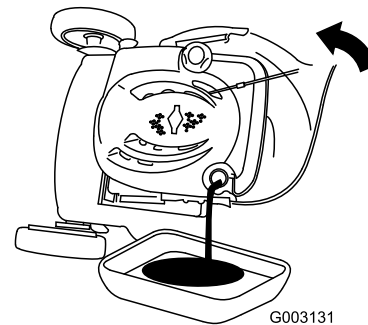

Figura 37
3. Ponga el cortacésped de lado (con el filtro de aire hacia arriba) para drenar el aceite usado a través del tubo de llenado de aceite (Figura 37).